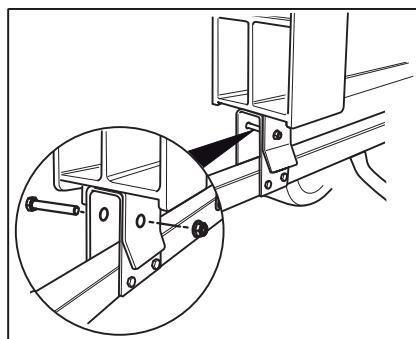

Fig. 6b
- Monter skruen og møtrikken (A) og spænd dem fast. Fig. 6b